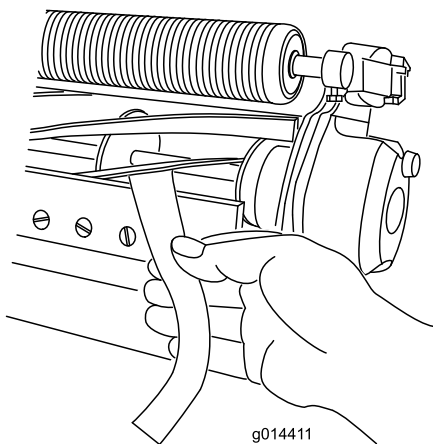

图 5
B. 在滚刀与底刀之间插入一长条剪切性能纸纸要与底刀垂直 图 5 然后缓慢向前旋转滚刀此操作应能切断性能纸如果不能请重复步骤 A 和 B 直至切断为止。
11. 在滚刀与底刀之间插入一长条剪切性能纸Toro 零件号 125-5610 纸要与底刀垂直图 5 然后缓慢向前旋转滚刀此操作应能切断性能纸如果不能将每个底刀架调节螺栓都顺时针旋转 1 格直至切断为止。